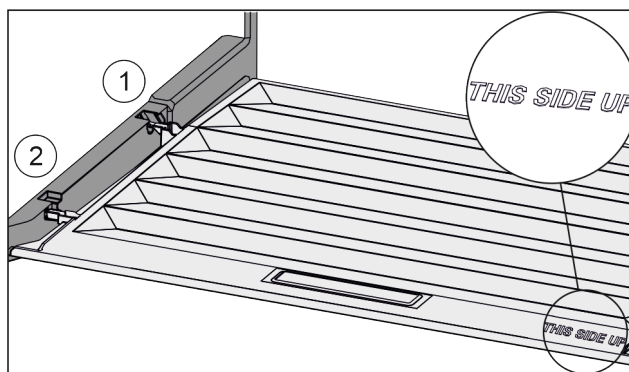

Fig. 90
- ▶ Introduceți nervura capacului prin orificiul suportului posterior Fig. 90 (1) și înclicetați-l în față în suport Fig. 90 (2).